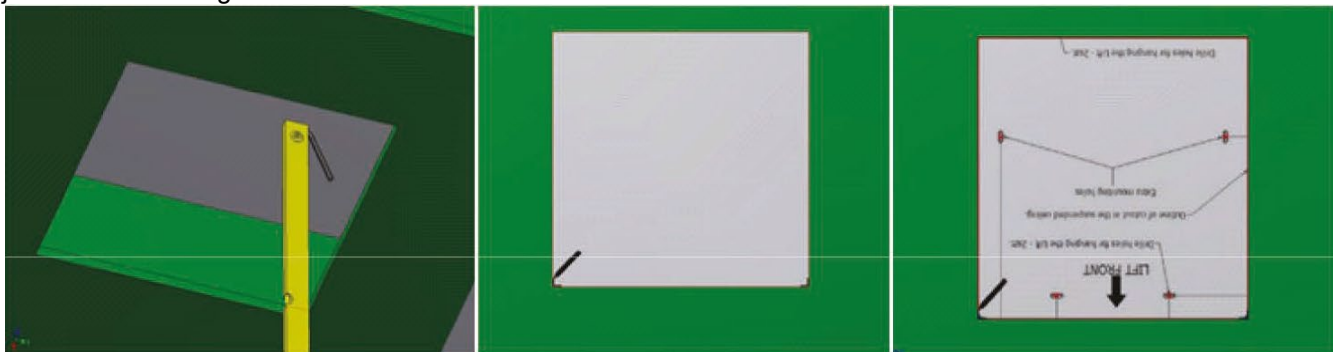

rys. 3
1. W wybranym miejscu wytnij otwór o wymiarach 600x600 mm pod montaż windy projektora (rys. 3).